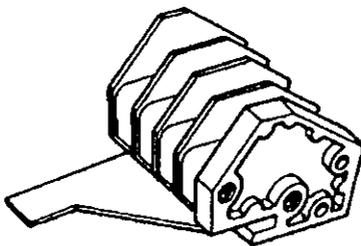

FIGURA 2.17. Bloque de 4 contactos "conectado" CE.
**Bloque de 4 contactos "conectado" CE.**- Estos contactos indican que el interruptor está en la posición conectado. este contacto sólo se suministra en montaje removible y es del tipo simple polo doble tiro. En la figura 2.17 se ve uno de estos bloques de 4 contactos "conectado" CE, incompatible con el aparato extraíble con tomas de conexión fijas. Conexión por clips de 6,35 mm.